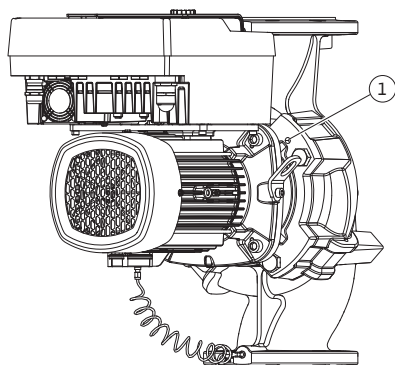
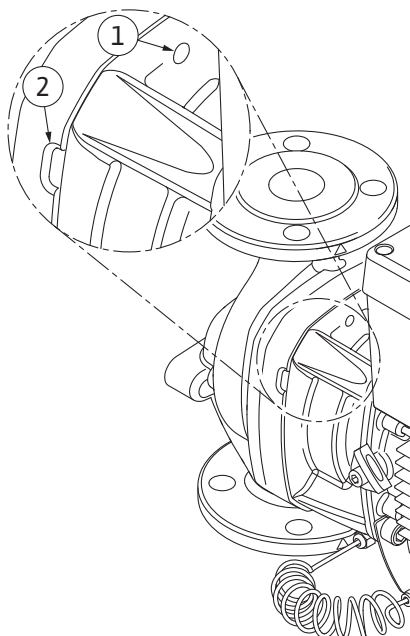

Fig. 98: Insteekset er via draadboringen af-drukken
Fig. 99: Draadboringen en spleten om de in-steekset van het pomphuis los te drukken
12. Maak voor pomptype (Fig. III) de schroeven pos. 29 los. Gebruik de twee draadboringen (Fig. 98, pos. 1) die ernaast liggen en gebruik geschikte schroeven (niet inbegrepen, bijv. M10 x 25 mm). Druk de insteekset los van het pomphuis. Gebruik voor pomptype (Fig. I en Fig. II) de twee draadboringen M10 (zie Fig. 99) en gebruik geschikte schroeven (niet inbegrepen, bijv. M10 x 20 mm). Voor het afdrukken kunnen ook de spleten (Fig. 99, pos. 2) worden gebruikt. Positioneer daarvoor bijvoorbeeld twee schroevendraaiers en gebruik ze als hendel. Na ca. 15 mm afdrukweg wordt de insteekset niet meer in het pomphuis geleid.